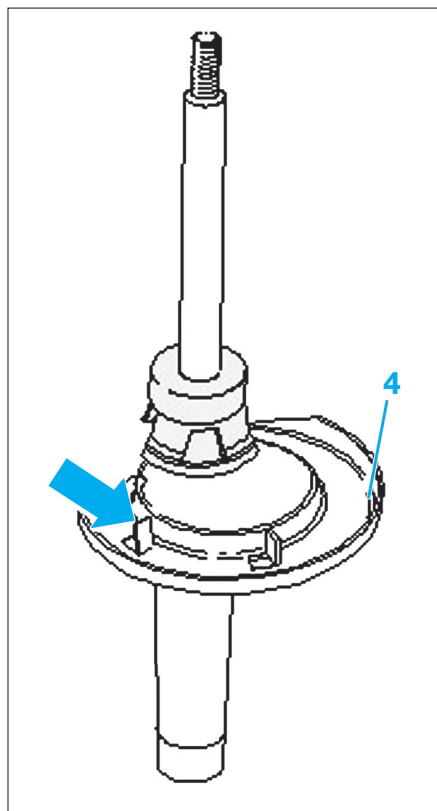

Fig. 10
- Mettre en place l'embase inférieure (4) de ressort sur la coupelle inférieure (3) et le capuchon de protection (Fig.10).